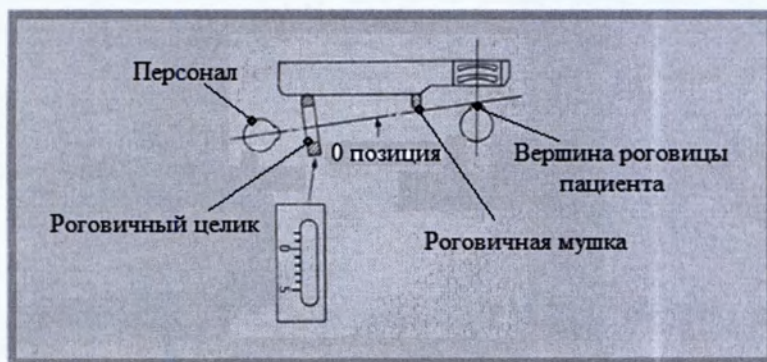

Рисунок 8
6.2.6 Поверните ручку для регулировки (9) упора для лба, пока метка «0» на роговичном целике, роговичной мушке и вершина роговицы пациента не окажутся на прямой линии (рисунок 8).